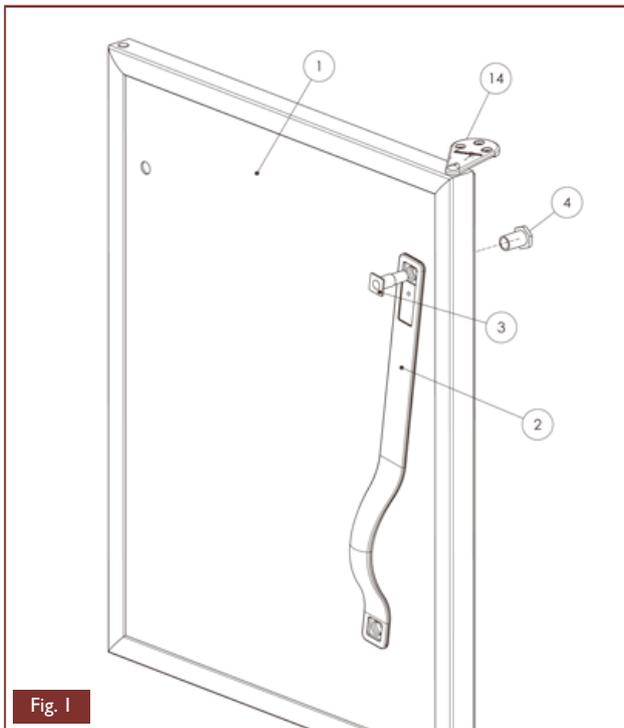

Fig. 1
- Ouvrez la porte (1)
- Positionnez la poignée (2) en position verticale (le coté préhension vers le bas), voir Fig.1
- Vissez le goujon (3) (coté charnière (14) de la porte) à l'aide de l'écrou plastique (4), sans serrer voir Fig.1